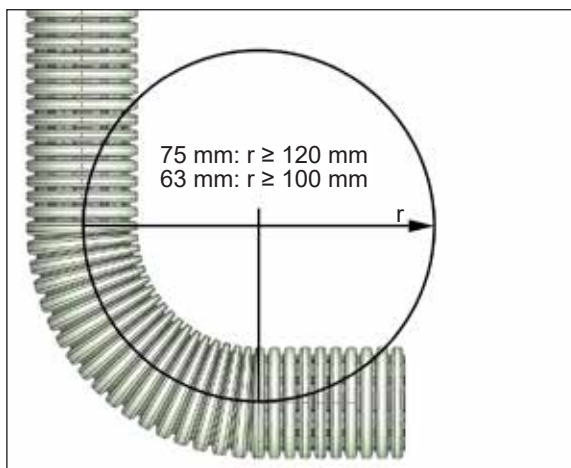

Abb. 8: Mindestbiegeradius von Flexrohren
- ▶ Beachten Sie bei der Verlegung von Flexrohren folgende Mindestbiegeradien (siehe Abb. 8):